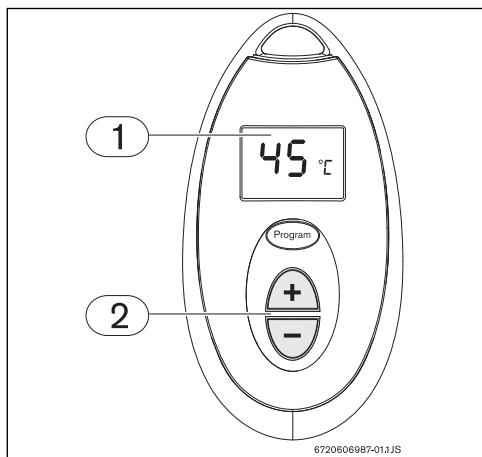

Fig. 34 Tecla de programação
- ▶ Pressione os botões e (Fig. 34 , [pos. 2]), de modo a obter no painel LCD (Fig. 34 , [pos. 1]) o valor desejado (temperatura em graus centígrados).
- ▶ Pressione o botão de programação (Fig. 34 , [pos. 3]) durante aproximadamente 3 segundos de modo a memorizar a temperatura.